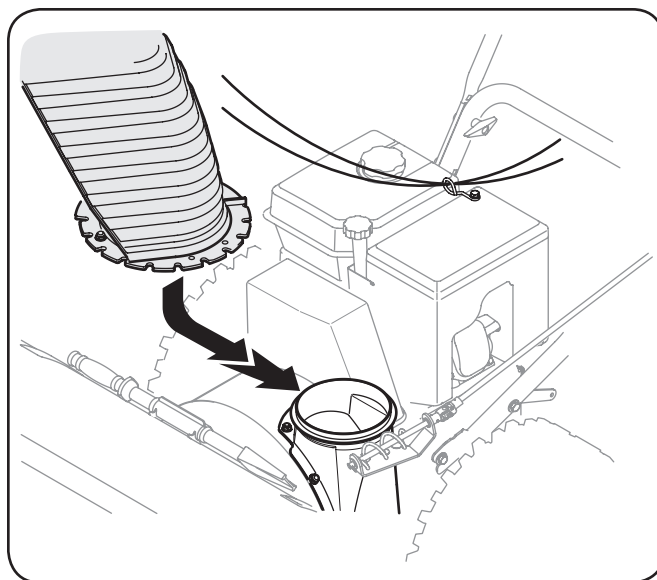

Figura 3-6
2. Coloque el conjunto del canal en la base del canal tal como se muestra en la Figura 3-6. Asegúrese de que las muescas del canal engranen con el extremo en espiral del control direccional del canal, y que los dos fijadores de brida se encuentren debajo de la brida sobre la base del canal.